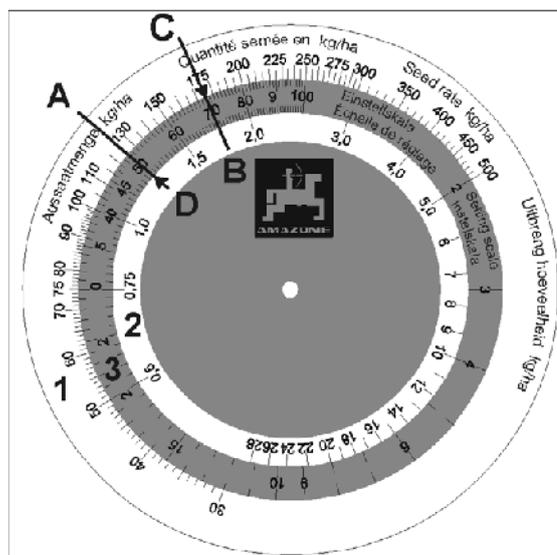

Fig. 84
La disquette comprend trois échelles graduées: une échelle en bordure du disque sur fond blanc (Fig. 84/1) pour les quantités supérieures à 30 kg/ha et une échelle intérieure sur fond blanc (Fig. 84/2) pour les quantités inférieures à 30 kg/ha. L'échelle intermédiaire à fond coloré (Fig. 84/3) indique les valeurs de réglage pour le sélecteur, échelonnées de 1 à 100..
- Faites concorder la quantité calculée 125 kg/ha (Fig. 84/A) avec la valeur de réglage arbitraire "50" (Fig. 84/B) sur la disquette.
- Lisez sur la disquette la valeur de réglage du sélecteur correspondant à la quantité de grain voulue de 175 kg/ha (Fig. 84/C). Dans notre exemple, la valeur de réglage à utiliser est "70" (Fig. 84/D).